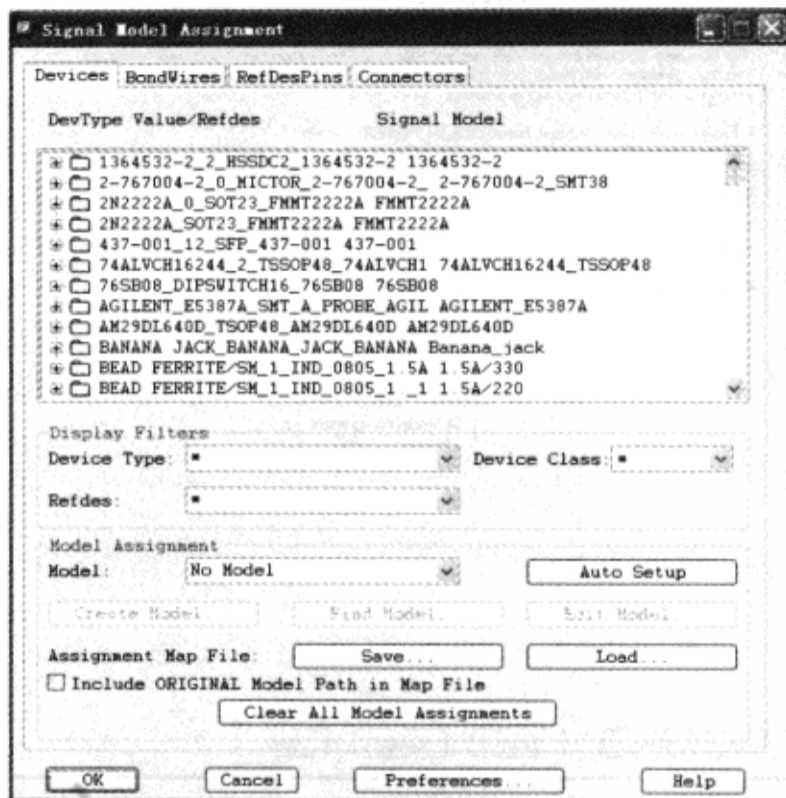

图 2-6-18 “Signal Model Assignment”窗口
(2) 单击“是”按钮，弹出“Signal Model Assignment”窗口，如图 2-6-18 所示。